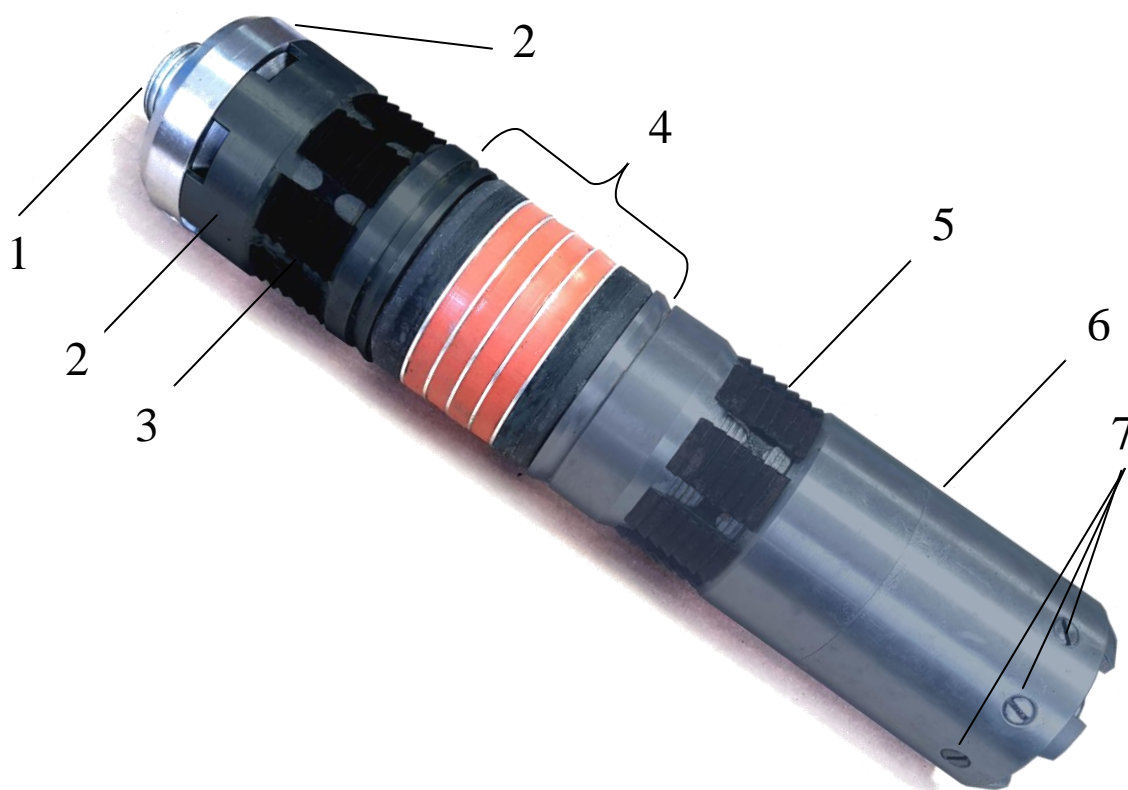
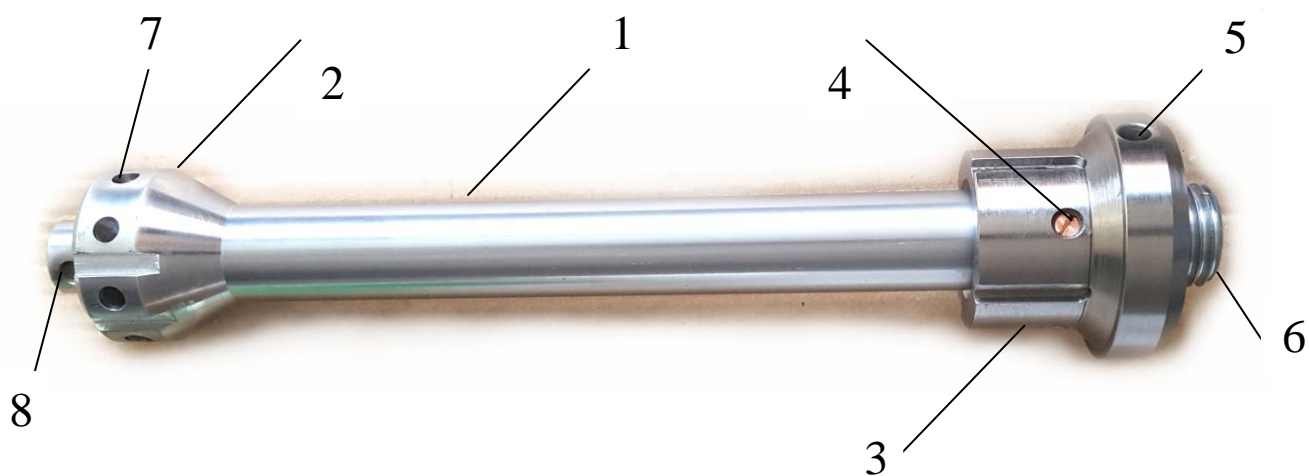
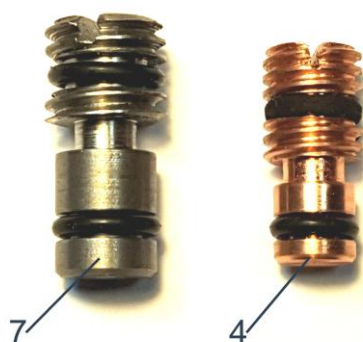

Рис.1
Рис. 2
Рис. 3
Пакер комплектуется многоразовым адаптером для соединения с установочной гидравлической или взрывной камерой типа ГПШ или ВПШ. Устройство пакера с установленным адаптером представлено на рис.1.
Устройство адаптера представлено на рис. 2.
Где цифрами обозначены: 1 – тяга; 2 – хвостовик тяги с отверстиями под нижние срезные шпильки (см. рис. 1); 3 – упор адаптера; 4 - верхние срезные шпильки; 5 – отверстие для винта фиксации резьбы адаптера от отворота; 6 – резьба на головной части тяги, служащая для соединения с установочной камерой; 7 – отверстия под нижние срезные штифты; 8 – отверстие для завинчивания адаптера в установочную камеру.
Верхние срезные шпильки 4 (рис. 2) соединяют между собой упор адаптера 3 и тягу 1. Нижние срезные шпильки 7 (рис. 1) соединяют между собой пакер и адаптер. На срезных шпильках 4 (рис. 2) и 7 (рис.1) в пазах установлены по два резиновых кольца (рис.3), предотвращающих выпадение частей шпилек из отверстий пакера, тяги и упора после их срезания.
Для соединения пакера с установочной камерой используется адаптер (рис.2).
- Установить упор адаптера на тягу адаптера, как показано на рис.2, совместить на них отверстия под верхние срезные шпильки. Ввинтить срезные шпильки (4 штуки) до упора и затем отвинтить их на половину оборота.
- Ввинтить адаптер в резьбовое отверстие в поршне посадочной камеры (используя для инструмента отверстие 8, рис.2) и зафиксировать стопорным винтом через отверстие 5 (рис.2), расположенном в упоре адаптера.